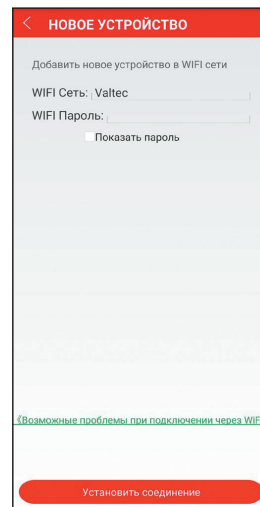

Рис. 9
8.3.2. В появившемся окне «Новое устройство» в поле «WIFI Сеть» определяется название используемой сети. В поле «WIFI пароль» необходимо ввести пароль для подключения к сети. Нажмите кнопку «Установить соединение» внизу экрана (рис. 9). При корректном подключении символ  на дисплее термостата перестанет мерцать и будет гореть постоянно.